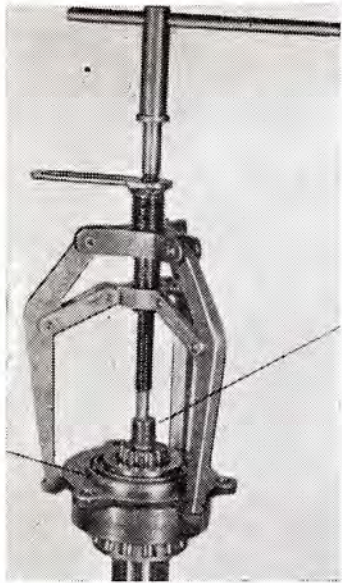

Abb. 106
4. Mit Hilfe eines Universal-Abziehers (Abb. 106) ist die Buchse (Abb. 106/1) samt Kegelrollenlagern von der Ritzelwelle (Abb. 106/2) abzuziehen.